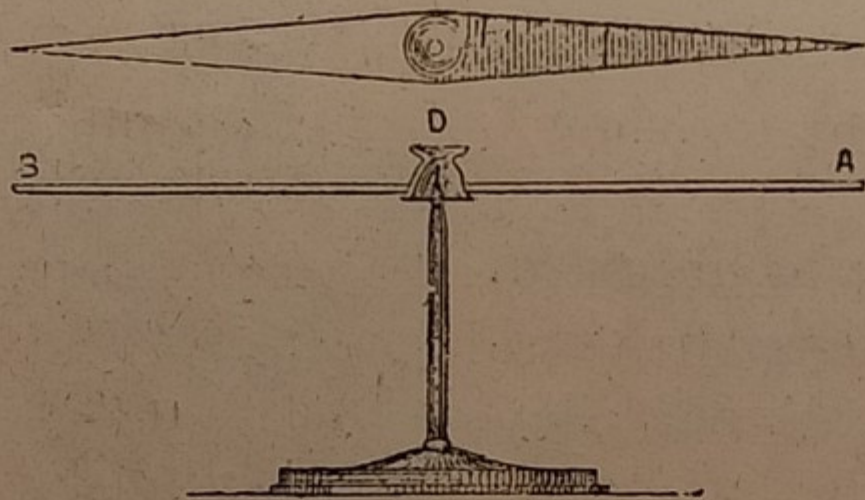

Fig. 101.
**78. L'ago magnetico, il magnetismo terrestre, il comportamento dei poli.** — Se ad una calamita artificiale si dà invece la forma d'una sottile losanga (fig. 101) e la si appoggia